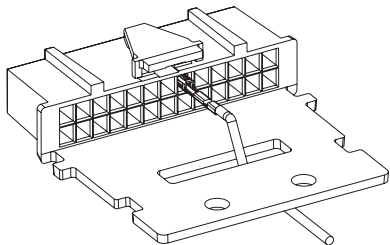

图 2a 耐扭式线扣
2. 如图 2a 所示将带有接触端子的电线穿过附件接口，若有多个附件连接到车载台，请按图 2b 所示穿引电线，并在完成步骤 3 后用扎线带固定电线。